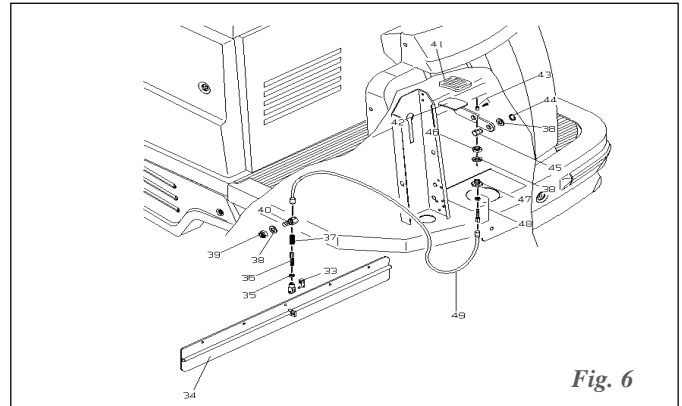

Fig. 6
7.8 AUSWECHSELN UND EINSTELLEN DES SCHMUTZKLAPPENHUBKABELS (Fig. 6)